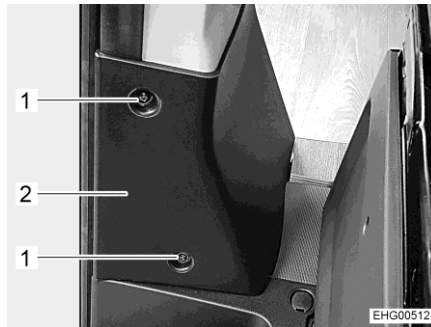
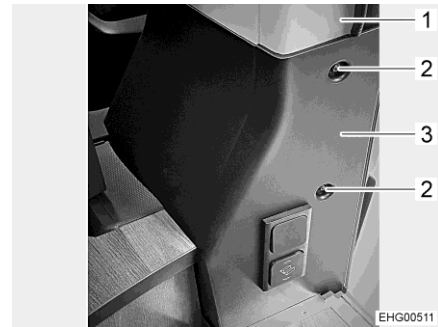

Bild 75 Skydd (sett från förarhytt-dörren)
Bild 76 Skydd (sett från skjutdörren)
- Skruva ur 2 skruvar (Bild 75,1) liksom 2 skruvar (Bild 76,2) och ta bort kåpan (Bild 75,2 och Bild 76,3) från B-stolpen (Bild 76,1).